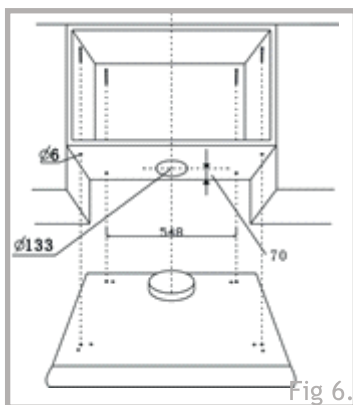

Fig 6.
2. Marque 4 orificios para perforar en el gabinete, respetando las distancias indicadas en la Fig. 6. Perfore los 4 agujeros con un diámetro de 6mm en el gabinete.